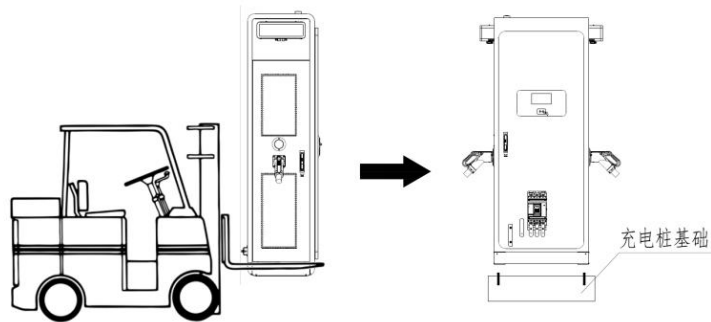

图 10
- 打开充电桩前门，用叉车将充电桩运送到混凝土基础上方。（如图 10）